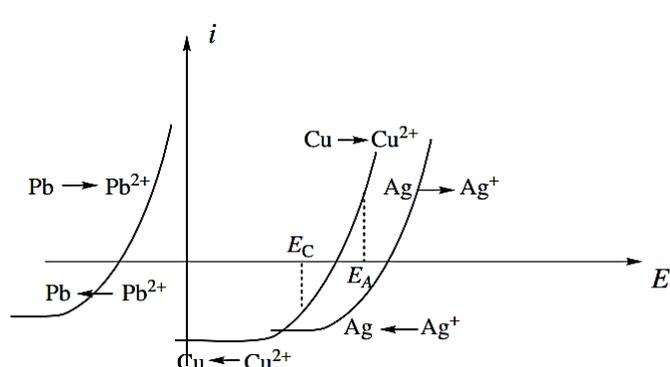

Figure 9.16 : Courbes intensité-potential des couples plomb, cuivre et argent
3. Le raffinage électrolytique du cuivre consiste à placer du cuivre impur comme anode dans une solution concentrée de sulfate de cuivre. Une électrode support (en acier inoxydable) est placée en vis-à-vis pour y déposer le cuivre par réduction cathodique. Les seules impuretés qui seront considérées ici sont le plomb Pb et l'argent Ag. Les courbes intensité-potential relatives aux différents couples en présence sont représentées figure 9.16. E_A désigne le potentiel auquel est portée l'anode, et E_C celui de la cathode.